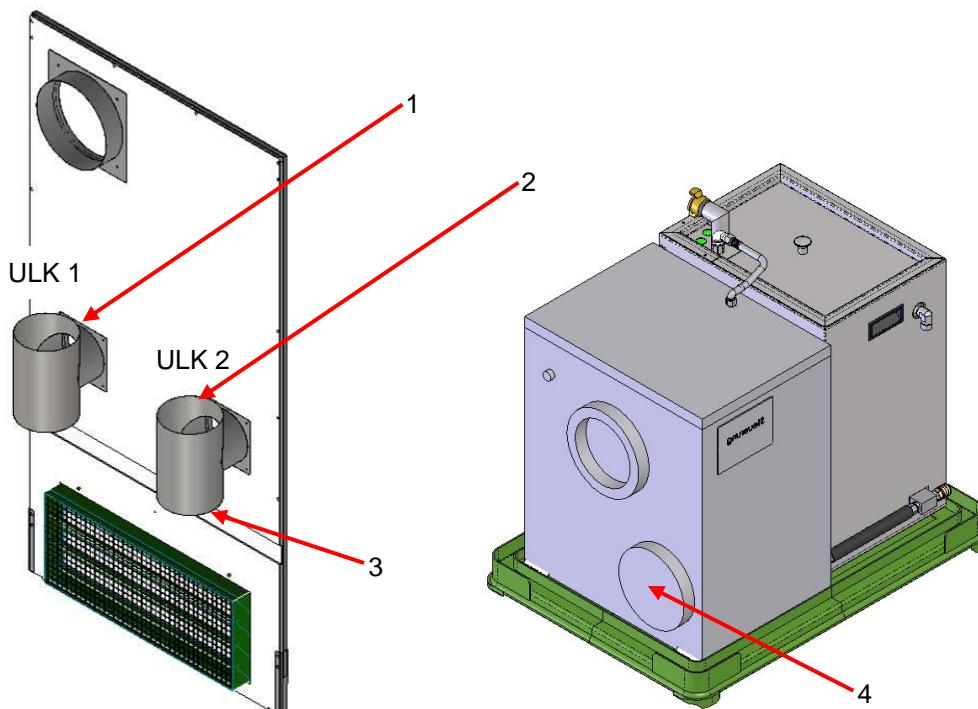

Abb. 7: Anschluss der Abluftleitung am Umlaufkühler
- ◆ Befestigen Sie beide T-Stücke Umlaufkühler (Abb. 7: Pos. 1 und 2) an der Tür-abdeckung Belüftung.
- ◆ Schließen Sie jeweils an der freien Öffnung (3) des T-Stückes mit einer Schnellspannschelle den Abluftschlauch des entsprechenden Umlaufkühlers an.
- ◆ Schließen Sie am Abluftausgang (4) des jeweiligen Umlaufkühlers einen Abluftschlauch an.